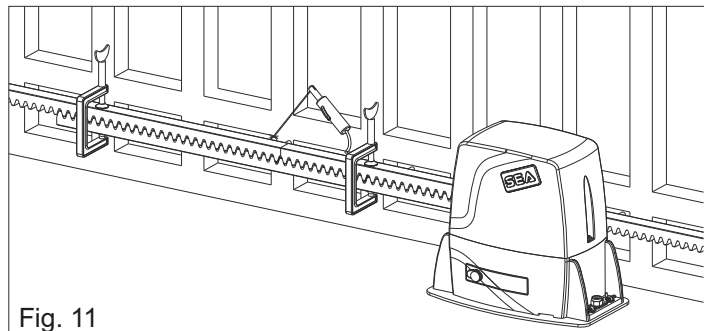

Fig. 11
**5.4.** Sichstellen, dass sämtliche Zahnstangenglieder bindig aneinandergereiht und ordentlich verlegt wurden (synchronisierte Verzahnung). Es wird empfohlen, zwei aufeinanderfolgende Elemente einem dritten Element gegenüberzustellen, wie in Abb. 11 angegeben;